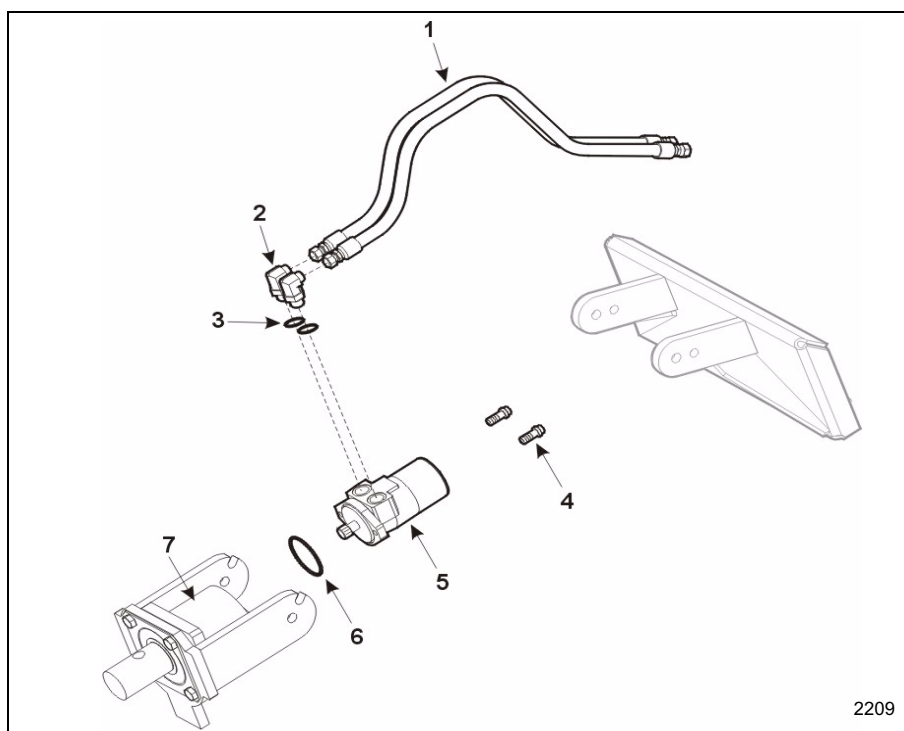

Figura 1-15 Scoaterea Motorului Hidraulic de Antrenare
2. Demonteaza ambele linii hidraulice (art. 1, Figura 1-15) de la fittingurile motorului hidraulic.
3. Desfa ambele fittinguri de 90° (art. 2, Figura 1-15) si inelele de etansare (art. 3, Figura 18) de la motorul hidraulic si aseaza-le alaturi pentru reasamblare.
4. Inlocuieste cele doua bolturi de montare ale motorului hidraulic (art. 1, Figura 1-15).
5. Scoate motorul hidraulic (art. 5, **Figura 1-15**) din partea superioara a cutiei de antrenare (art. 7, **Figura 1-15**).
NOTA: Inspecteaza inelul de etansare (art. 6, **Figura 1-15**) daca prezinta semne de uzura sau deteriorari. Inlocuieste-l daca este cazul.